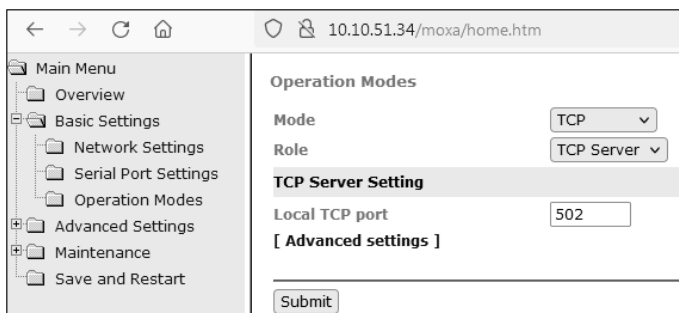

Рисунок 16 – Operation Modes
3.5.22 Выбор режимов работы осуществляется во вкладке «Basic Settings» → «Operation Modes» (рисунок 16). По умолчанию адаптер работает в режиме TCP-сервера.